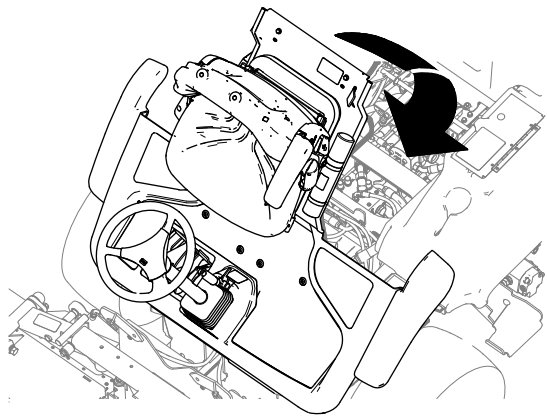

Figura 42
1. Baje la plataforma con cuidado (Figura 42).